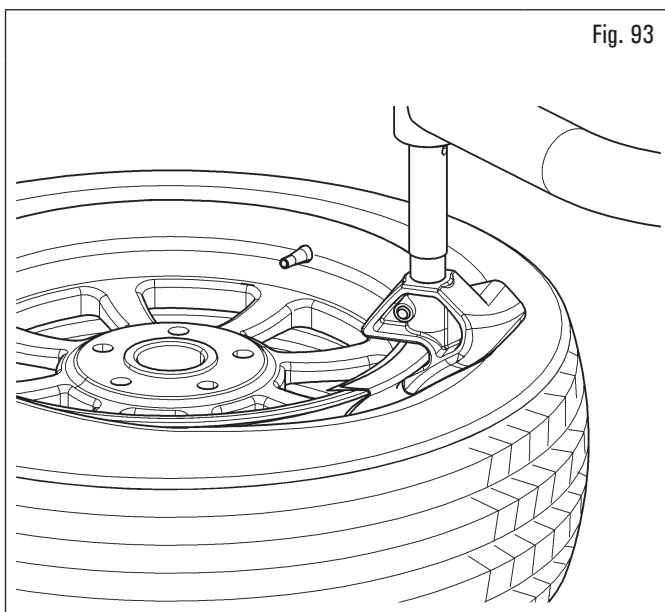

Fig. 93
- inserte el útil cuña en el borde de la llanta en el extremo derecho de la lámina de protección del talón (Fig. 93) o el protector del talón (Fig. 94) aplicadas al borde de la llanta;